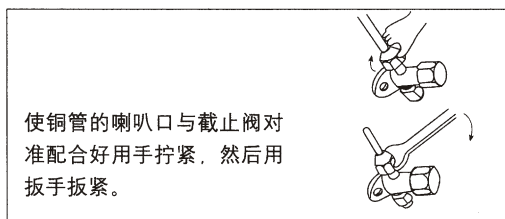

图 25
- (2) 在截止阀与管的喇叭口处涂少许润滑油, 然后按图 25 所示拧紧纳嘴。
(3) 按图 25 所示用扳手牢固地将纳嘴扳紧, 扭矩力按表 (5) 规定执行。